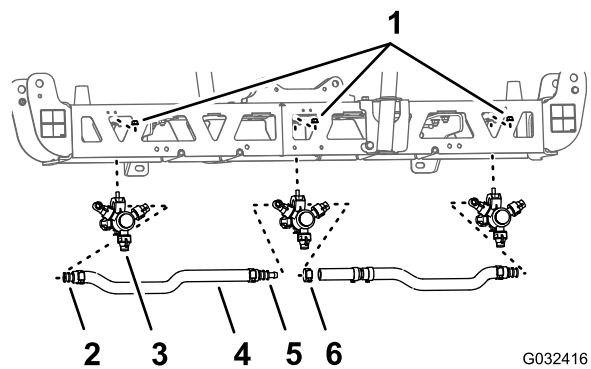
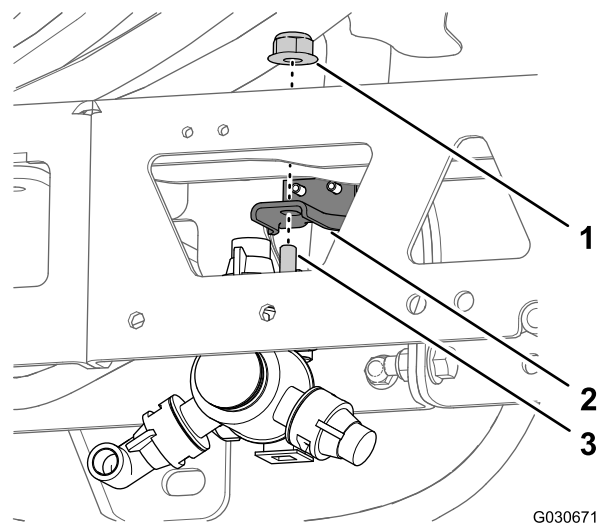

図 48
図 49
1. センターブーム部で、ノズルをノズルマウントに固定しているフランジロックナット外す 図 48 と 図 49。
- センターブームからノズルを外す 図 48 と 図 49。
- センターブームから、ホース内径 3/4"、バーブ付きホースシャंक、クランプ、バーブ付き字フィッティングを外す 図 48。